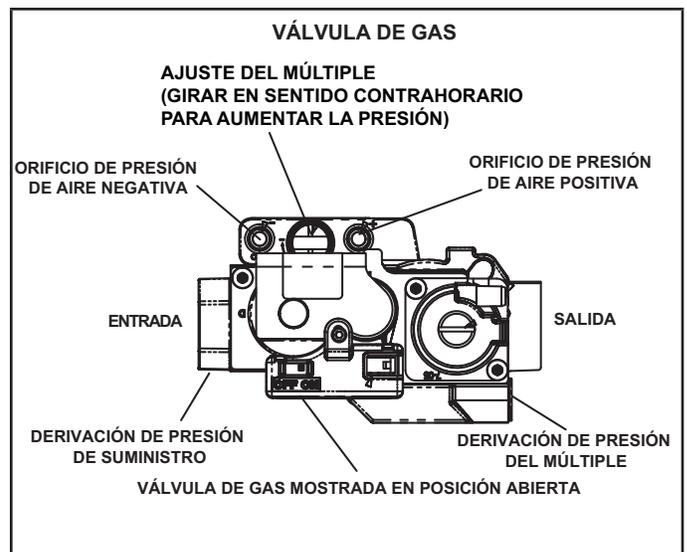

FIGURA 6
- 6 - Mueva el interruptor en la válvula de gas a APAGADO. No fuerce el interruptor. Ver la Figura 6.
- 7 - Espere cinco (5) minutos para despejar todo el gas. Si huele gas entonces, ¡DETÉNGASE! Llame inmediatamente al proveedor de gas desde el teléfono de un vecino. Siga las instrucciones del proveedor de gas. Si no huele gas, continúe con el paso siguiente.